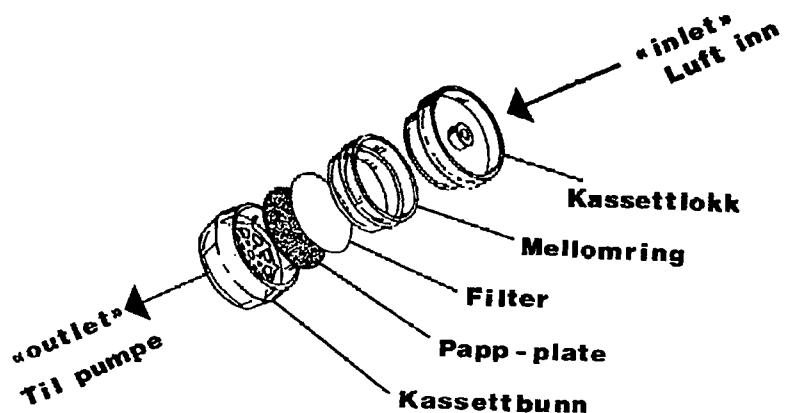

Fig. 2: En skisse av en 37 mm filterkassett
Syklon, eller foravskiller, benyttes for prøvetaking av respirabelt støv. Dette er den del av støvet som trenger lengst ned i lungene. Syklonen kan leveres komplett med filter i kassetten, eller med flere separate filterkassetter. Kassettene er i aluminium og tettes med en bøyle påsatt to propper. Vanlige kassetter (fig. 2) kan ikke benyttes ved prøvetaking med sykloner.
- I) Filterkassettens propp ved "outlet" (se fig. 2) fjernes og legges i en pose.
- III) Før prøvetakingen tar til skal luftstrømmen (flow) måles gjennom filterkassetten. Fjern proppen ved "inlet" (se fig. 2), legg denne i en pose. Fest flowmeteret (rotameteret) til "inlet".